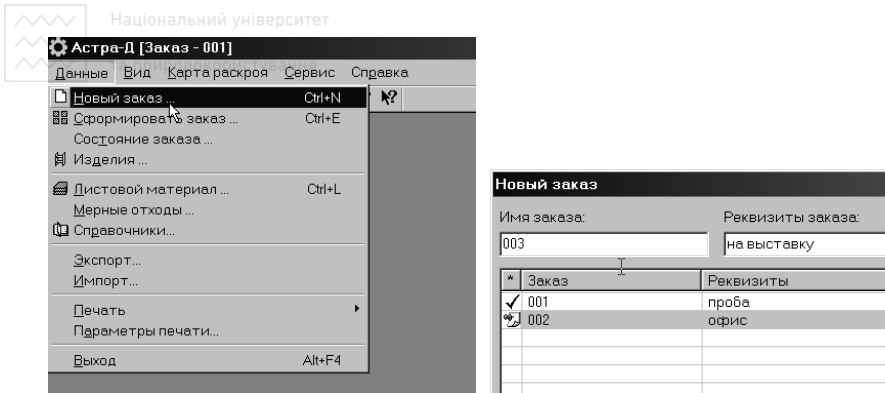

Рис. 1. Введення назви і реквізитів
2) Введіть назву і реквізити замовлення (рис. 1.). Поле «Реквізити замовлення» - необов'язкове. Натисніть кнопку «ОК». Якщо створюється нове замовлення або список деталей замовлення відкривається порожній, то відразу після діалогового вікна «Нове замовлення» відкривається діалогове вікно «Формування замовлення».